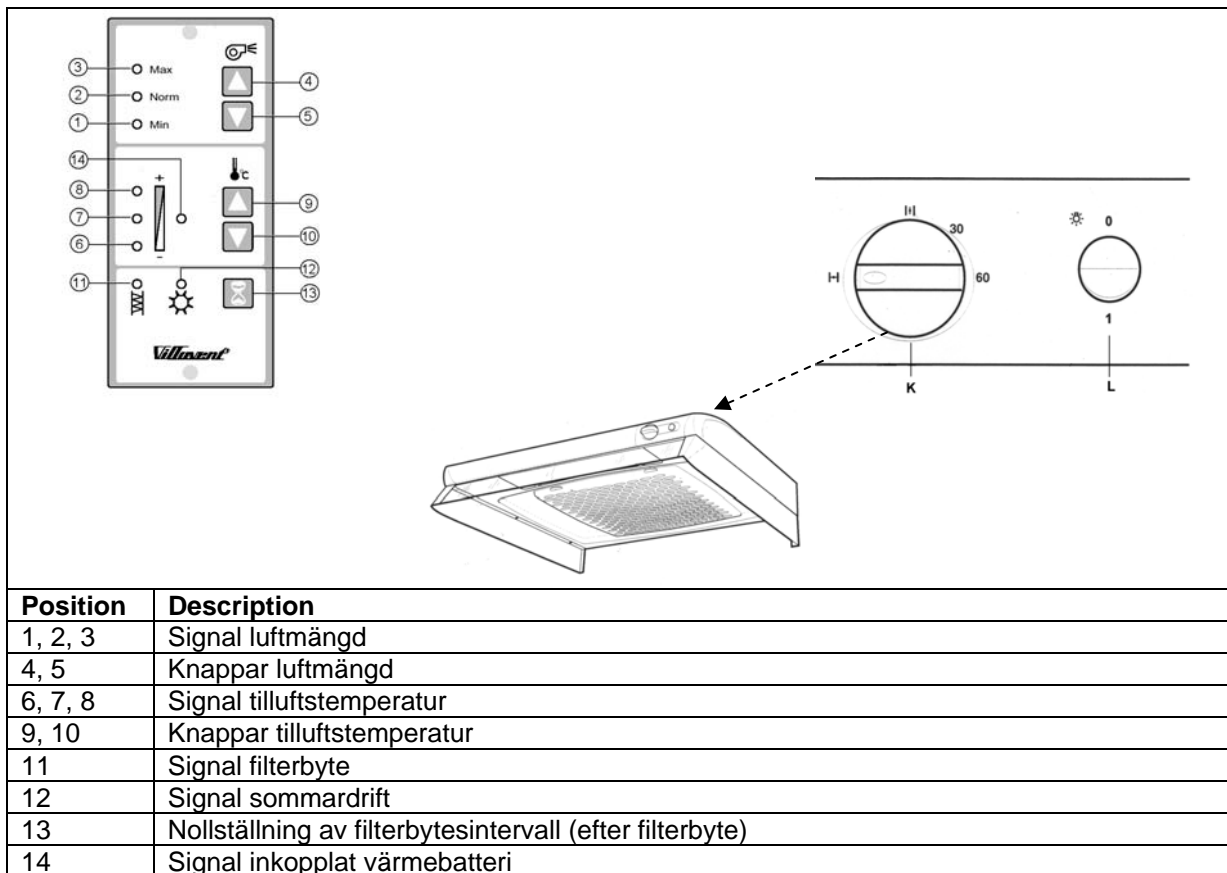

Fig. 12
4. Önskad drifttid mellan filterbyten väljs (**fig. 12**). Fabriksinställningen är satt till 9 månader. Vid normal luftkvalitet på uteluften, är 9 månader mellan filterbyten en passande intervall. Där uteluften är förorenad av avgaser, industrier, utsläpp från förbränningsanläggningar mm, rekommenderar vi att intervallen för filterbytet ställs in på 6 månader. Oavsett om uteluften är mycket god, och uteluftsfiltret ej är igensatt, rekommenderar vi ej längre drifttid än 12 månader. (Lukt från organiska föroreningar i filtren kan reducera kvalitén på tilluften). För att öka eller minska drifttiden mellan filter bytena, trycks samtidigt knapparna (13) och (9) eller (13) och (10) in. Vald inställning bekräftas genom kortvarig blinkning i lampa (14), samtidigt som det lyser i:
- Lampa (6) vid 6 månaders intervall.
- Lampa (7) vid 9 månaders intervall.
- Lampa (8) vid 12 månaders intervall.